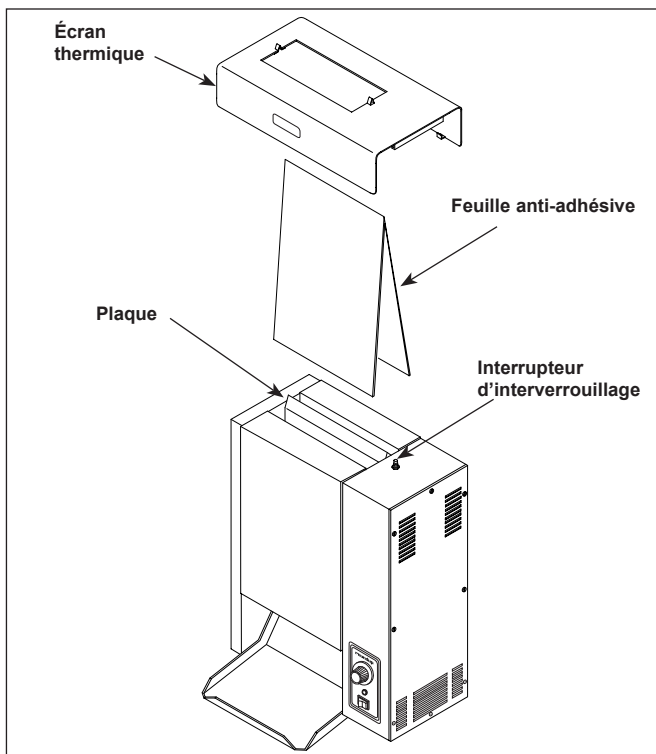

Figure 7. Retrait/installation de la feuille anti-adhésive
1. Assurez-vous que l'appareil est éteint et froid et que le cordon d'alimentation est débranché. Mettez des gants de four. Retirez la feuille anti-adhésive (Figure 7).
7. Installez la feuille anti-adhésive en enveloppant les deux côtés de la plaque et en centrant directement le pli sur la plaque (Figure 7).
8. Installez l'écran thermique (Figure 7). Les clips de l'écran thermique s'enclenchent sur le dessus de la plaque et maintiennent en place la feuille anti-adhésive.
IMPORTANT : Assurez-vous que l'écran thermique active l'interrupteur d'interverrouillage de sécurité des transporteurs (Figure 7). Les transporteurs ne tournent pas sans l'écran thermique en place et l'activation de leur interrupteur d'interverrouillage de sécurité.